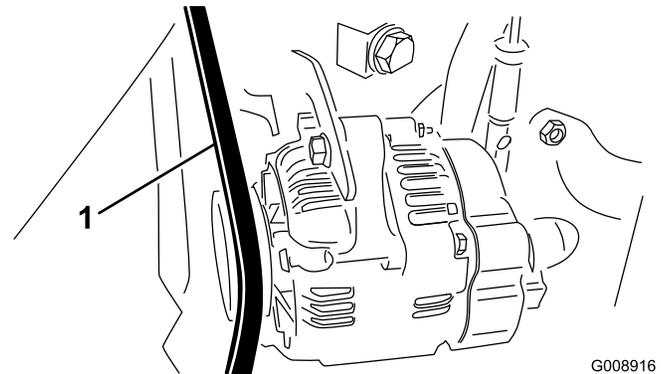

図 72
2. ベルト中央 オルタネータのプーリとクランクシャフトプーリの間を 30N m $10\text{kg} = 22\text{lb}$ の力で押してベルトの張り具合点検する 図 72。